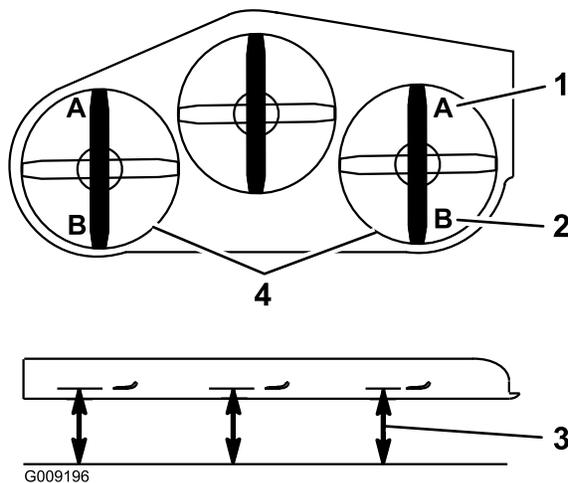

Figura 86
9. En ambos lados de la carcasa, mida desde la superficie nivelada hasta la punta delantera de la cuchilla (Posición A). La medida debe ser de 7.6 cm (3 pulg.) (Figura 86).
- En ambos lados de la carcasa, mida desde la superficie nivelada hasta la punta trasera de la cuchilla (Posición B). La medida debe ser de 8.3 cm (3-1/4 pulg.) (Figura 86).